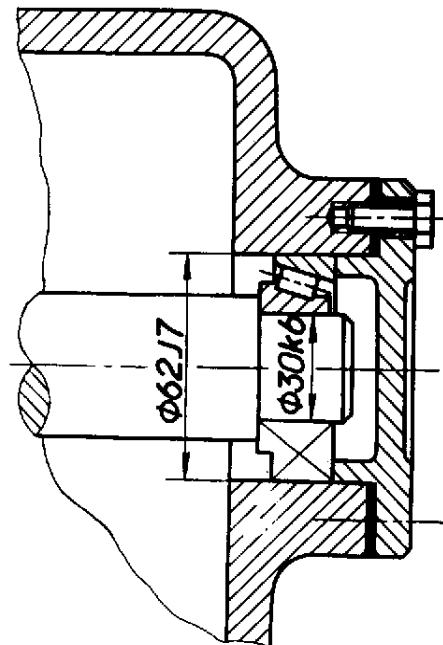

图 21
3.3 标注标准件、外购件与零件（轴或孔）的配合代号时，可以仅标注相配零件的公差带代号（图21）。